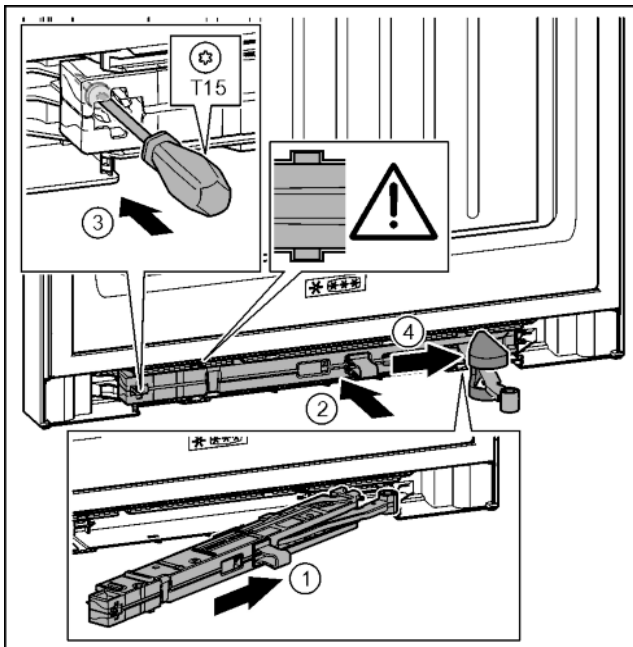

Fig. 45
- ▶ Pe partea suportului de lagăr împingeți înclinat unitatea amortizorului de închidere până la opritor în degajare. Fig. 45 (1)
- ▶ Împingeți unitatea amortizorului de închidere complet în degajare. Fig. 45 (2)
- ▶ Înșurubați ferm șurubul cu o șurubelniță T15. Fig. 45 (3)
- ▶ Împingeți capacul peste articulație. Fig. 45 (4)